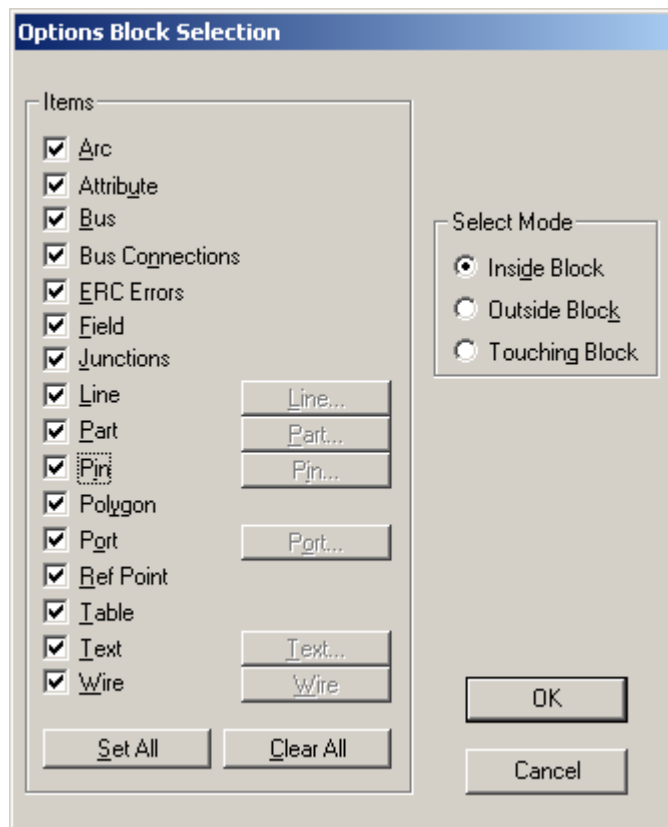

Рис. 14 Окно команды **Options Block Selection**
- 9.2 Ознакомьтесь с окном команды, изображенном на рис. 14.